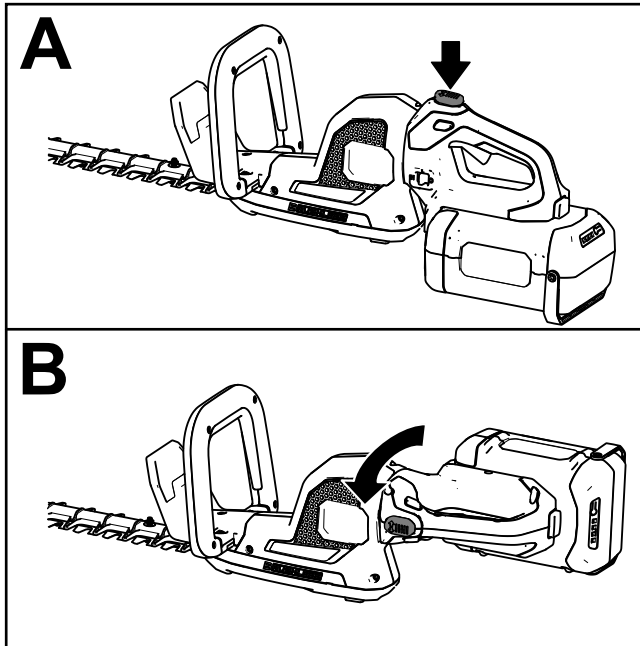

Figura 7
1. Mantenga pulsado el botón de bloqueo de la rotación (Figura 7, A).
2. Rote la empuñadura 90° a la izquierda o a la derecha dependiendo del sentido de corte deseado, luego suelte el botón de bloqueo de la rotación para bloquear la empuñadura en la posición deseada (Figura 7, B).